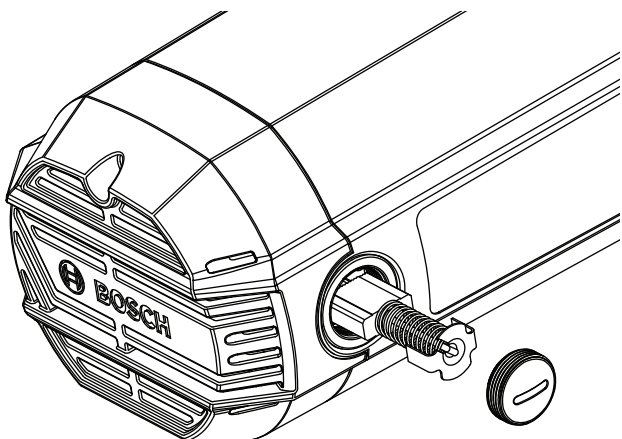

Figure 52. Balai du moteur
3. Tirez le balai vers l'extérieur (Figure 52). Répétez pour le côté opposé.